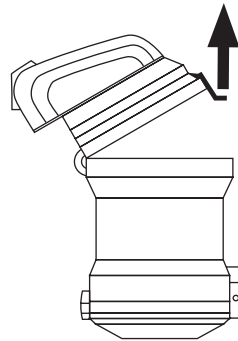

Fig.5
- Retirar el filtro de su alojamiento (Fig.5).